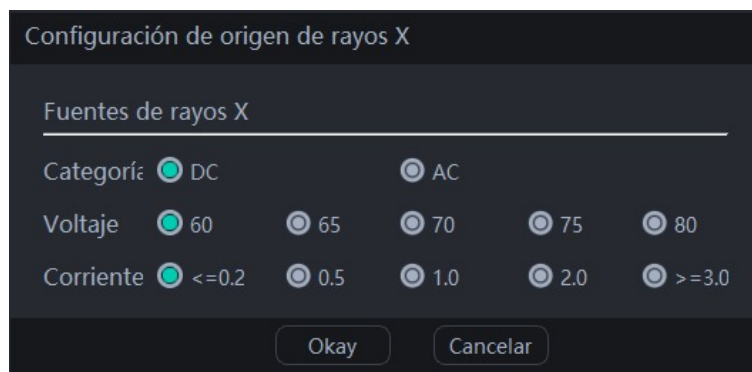

Figura 8
3.2.1. Los parámetros se determinan según el modo de disparo, si es CA (AC) o CC (DC), el voltaje, y la corriente del rayos X. Pulsar el botón “Modificar” para que nos salga la ventana de configuración, como en la Figura 8.
3.2.4. Si no se produce imagen durante el disparo, se debe ajustar el tiempo de exposición. Para esto es necesario modificar el parámetro “TriggerThreshold”. Se modifica pulsando sobre “Modificar” y cambiando el valor de corriente (en la ventana como la Figura 8). Ver siguiente punto (3.3.2.1) para un ejemplo.